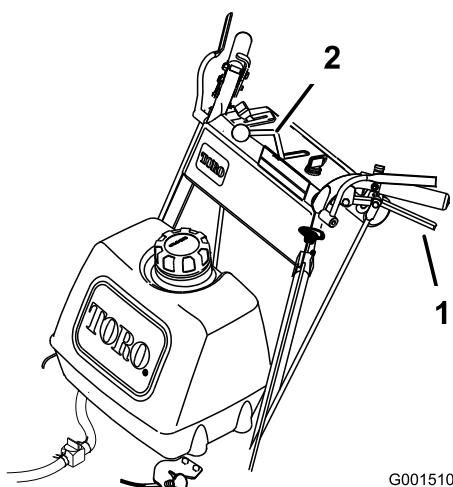

Figure 13
4. Relâchez lentement les leviers de déplacement pour avancer (Figure 13).
Pour avancer en ligne droite, relâchez les leviers de déplacement également (Figure 13).
Pour tourner, serrez le levier de déplacement du côté vers lequel vous voulez tourner (Figure 13).
À partir de la point mort, serrez lentement les leviers de déplacement pour faire marche arrière (Figure 13).